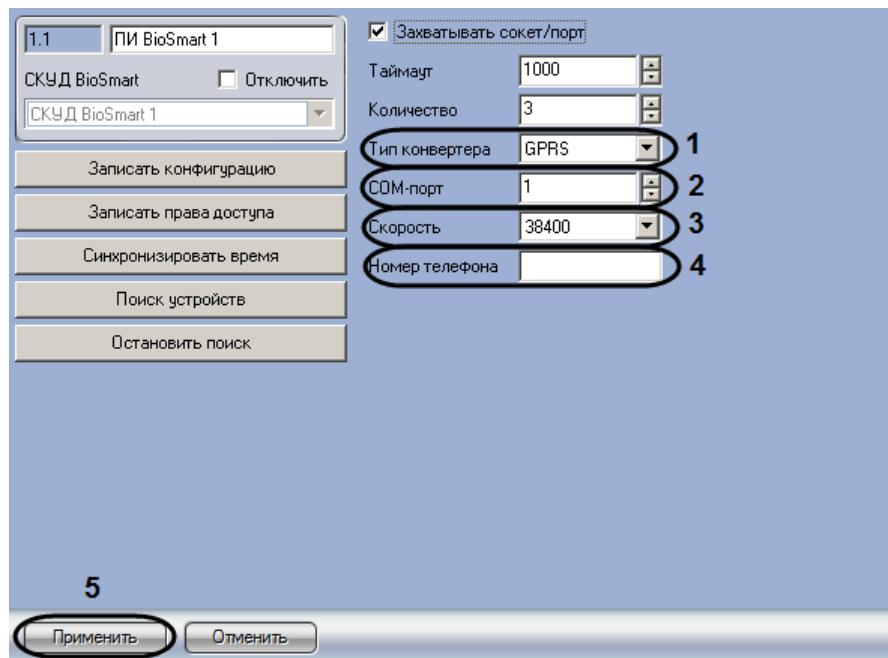

Рис. 3.3—5 Настройка подключения контроллеров BioSmart через конвертер GPRS-485
1. Перейти на панель настроек объекта **ПИ BioSmart** (Рис. 3.3—5).
2. Из раскрывающегося списка **Тип конвертера** выбрать значение **GPRS**(см. Рис. 3.3—5, 1).
3. В поле **СОМ-порт** ввести номер виртуального СОМ-порта, используемого для подключения *СКУД BioSmart* (см. Рис. 3.3—5, 2).
4. Из раскрывающегося списка **Скорость** выбрать скорость обмена данными с контроллерами *СКУД BioSmart* (см. Рис. 3.3—5, 3).
5. В поле **Номер телефона** ввести номер телефона, присвоенный SIM-карте, используемой в конвертере GPRS-485 (см. Рис. 3.3—5, 4). Номер вводится в формате +79xxxxxxxx, где x – цифры номера.
6. Нажать на кнопку **Применить** (см. Рис. 3.3—5, 5).